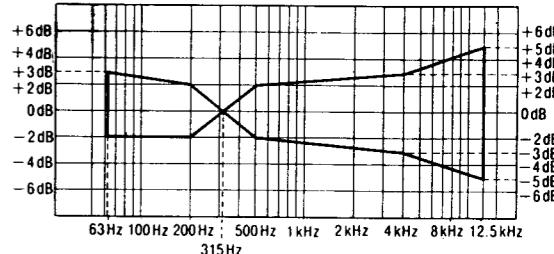

Fig. 5
- Vérifier que la fréquence soit en deçà de la plage montrée à la Fig. 5, à la fois pour le canal de gauche et le canal de droite.